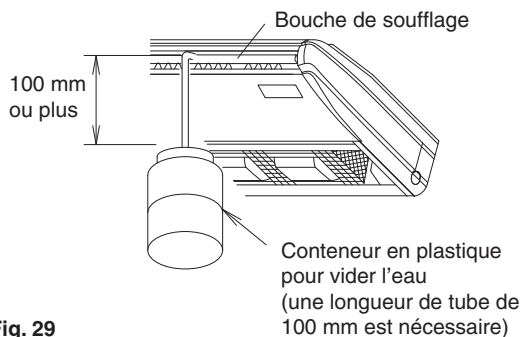

Fig. 29
(2) Après avoir raccordé la tuyauterie, vérifiez si l'évacuation s'écoule doucement.
- Ajoutez progressivement environ 0,6 litre d'eau pour la vérification de l'évacuation dans le bac d'évacuation à partir de la sortie d'air. **(Reportez-vous à la Fig. 29)**